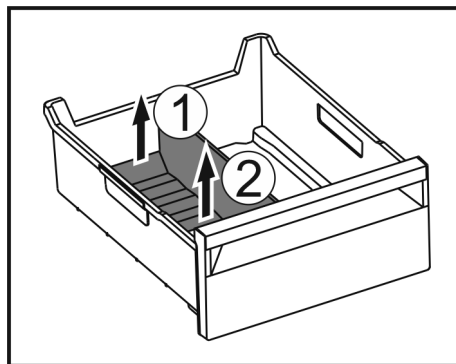

Fig. 143
- Soulever la partie arrière du séparateur de congélateur. Fig. 143 (1)
- Retirer le séparateur de congélateur par le haut. Fig. 143 (2)